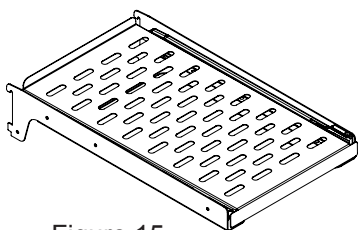

Figure 15
(2) clayettes coulissantes en acier inox perforé (Voir la Figure 15).